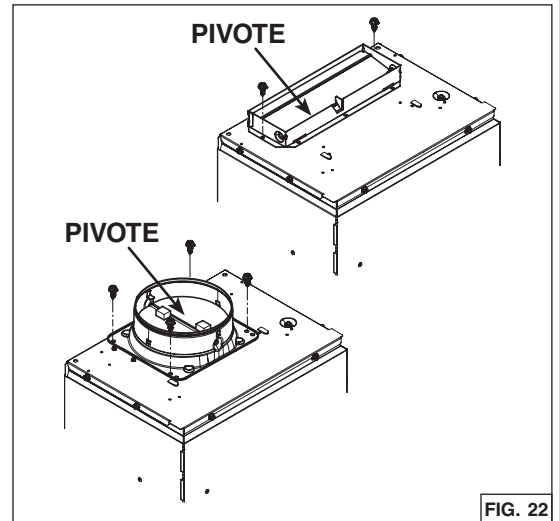

FIG. 22
- Para un conducto rectangular, use 2 tornillos para metales n.º 8-18 x 1/4 pulg. (incluidos) para fijar el adaptador/compuerta de 3¼ pulg. x 10 pulg. (incluido) en la parte superior del aparato, sobre el orificio de salida del ventilador (FIG. 22).